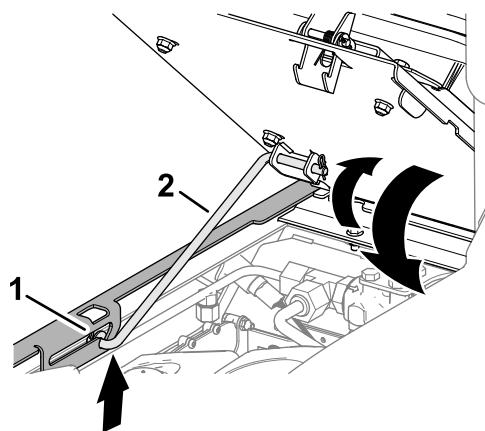

Figura 53
1. Gire el asiento un poco y levante la varilla de sujeción para retirarla de la ranura del soporte del asiento (Figura 53).